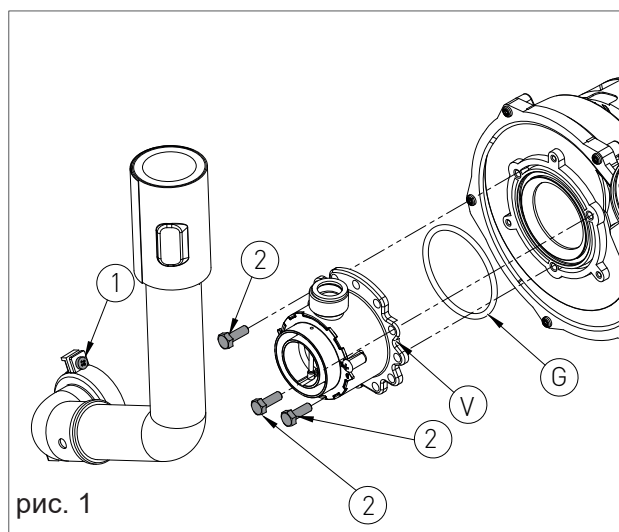
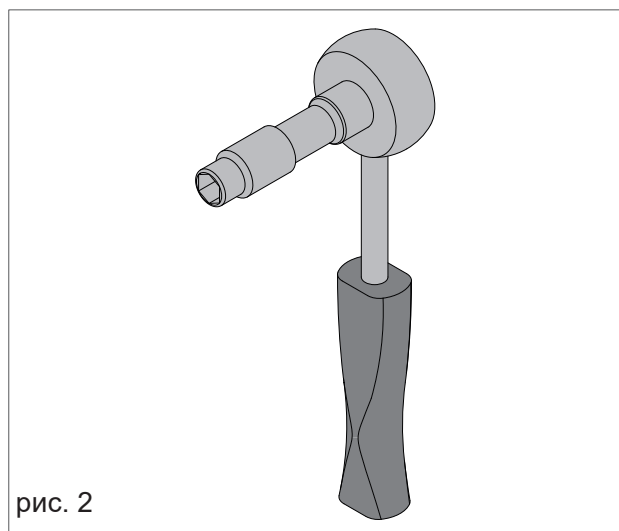

рис. 1
рис. 2
- › Выньте два винта (поз. 1 на рис. 1) из крепежной втулки и снимите трубу забора воздуха.
- › Снимите три крепежных винта (поз. 2 на рис. 1), удерживающие трубку Вентури (V на рис. 1) при помощи ключа размера 10, как показано на рис. 2.
- › Соберите детали. Для этого выполните описанные выше операции в обратном порядке. Убедитесь, что прокладка (поз. G) установлена так, как показано на рис. 1.
10. ИНДИКАТОР НАЛИЧИЯ ПЛАМЕНИ / ТАКЖЕ ПРЕДСТАВЛЯЕТ СОБОЙ ТРЁХСТУПЕНЧАТУЮ ШКАЛУ, ОТОБРАЖАЮЩУЮ ИЗМЕНЕНИЕ УРОВНЯ МОЩНОСТИ НАГРЕВА КОТЛА (РИС.2).